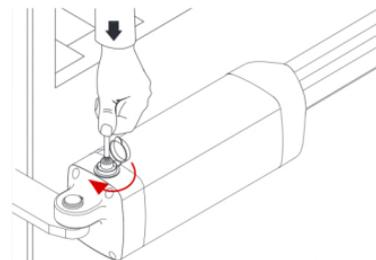

FIG. 1
- insertar la llave de desacople en su alojamiento y girarla en sentido de las agujas del reloj - (FIG. 1)